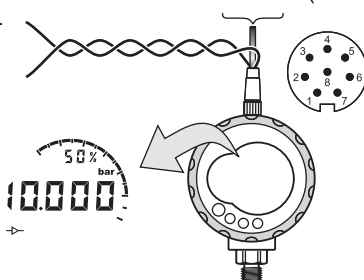

Figure 3-3 : Exemple de configuration - V sortie
- Accessoire E - cf. Figure 3-3, page 15 et Tableau 2-2, page 9.